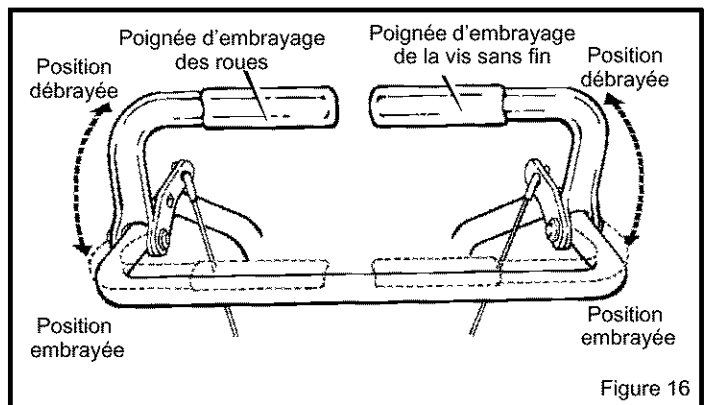

Figure 16
5. Embrayer la vis sans fin à l'aide de la poignée d'embrayage (droite-Figure 16).
IMPORTANT: S'assurer que personne ni aucun obstacle ne soit devant la machine avant d'embrayer la vis sans fin (Figure 16).
6. Embrayer la commande des roues avec la poignée gauche (Figure 16). Lorsque le chasse-neige commence à se déplacer, bien maintenir les poignées sur le guidon et guider le chasse-neige dans la direction voulue. Ne pas pousser le chasse-neige.
7. Pour arrêter le déplacement de la machine, relâcher la poignée de l'embrayage des roues (poignée gauche – Figure 16).
8. Pour arrêter la vis sans fin, relâcher la poignée d'embrayage de la vis sans fin (poignée droite – Figure 16).